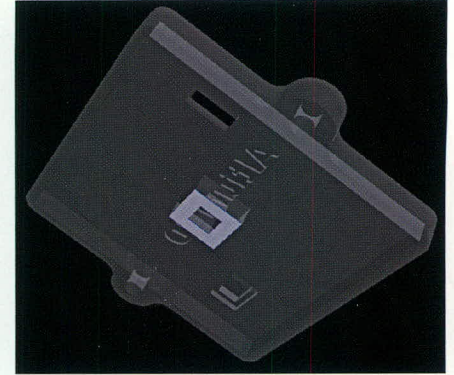

Рис. 4. Выравнивание детали по плоскости платы
- курсор мыши «привязывается» к детали; при перемещении разные грани ставшей прозрачной детали подсвечиваются. Необходимо выбрать ту грань, которая будет выровнена с плоскостью платы (см. рис. 4).